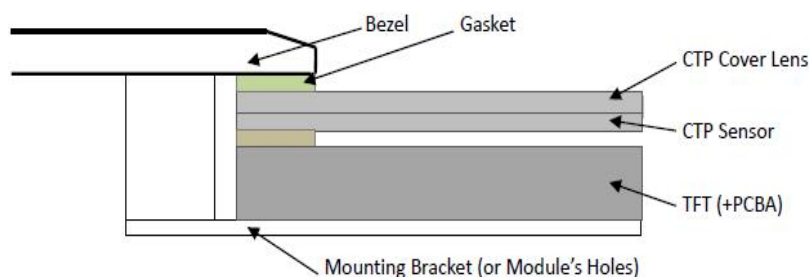

Figure 1
7.1 Bezel Mounting (Figure 1)
7.1 面框安装（附图 1）